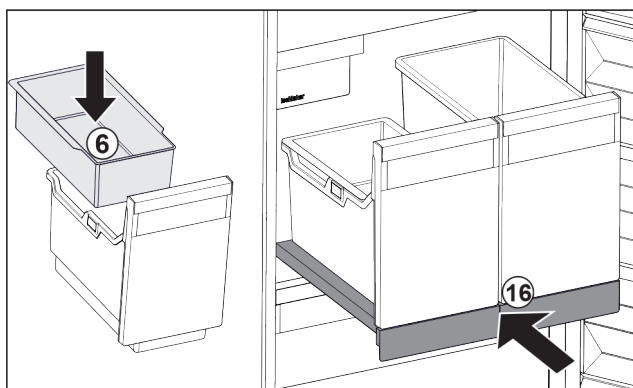

Fig. 124
- ▶ Włożyć półkę zawieszoną Fig. 124 (6) na kostki lodu.
- ▶ Wsunąć wysuwaną półkę z pojemnikiem (IceTower). Fig. 124 (16)